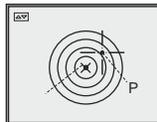

Fig.5
- Si el punto de impacto no ha coincidido con el punto de puntería, por medio del apriete del botón "M" entre al menú del visor y con los botones a la derecha-a la izquierda (6, 7) elija la sección "Reglaje" (se designa con un pictograma ) y presione de nuevo el botón "M". En el lugar del pictograma  aparecerá un pictograma  y la cruz de apoyo (C) en el centro de la marca de reglaje.
- Manteniendo el centro de la cruz de apoyo en el punto de puntería, girando el disco de regulaciones desplace la marca de reglaje con respecto a la cruz de apoyo mientras la marca no coincida con el punto de impacto (P) (Ver Fig. 5). Para cambiar la dirección del movimiento de la marca desde el horizontal al vertical presione el disco de regulaciones hasta el capirotazo.